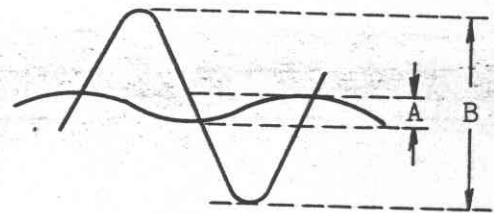

図 7
(3) OUTPUT MODEの「L」スイッチを押し、MPX OUT 出力端子の信号波形をオシロスコープで観測します。(図7)